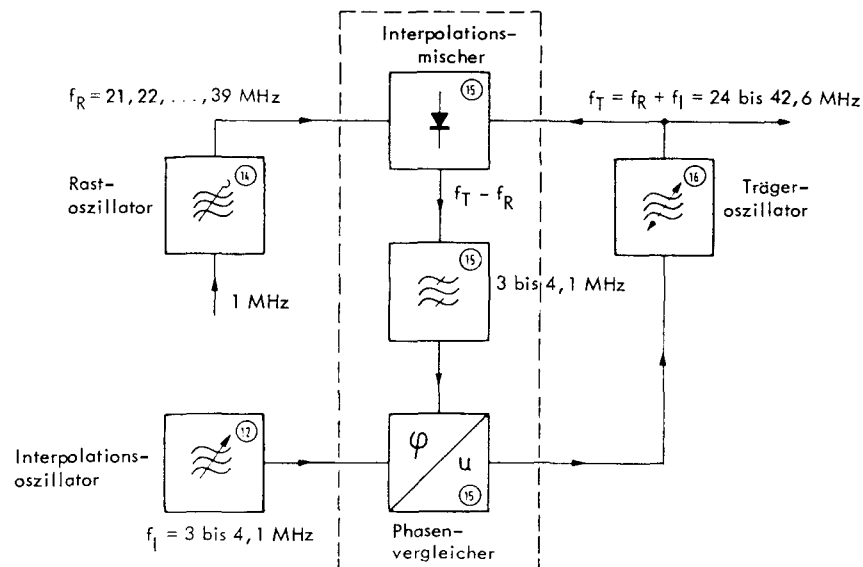

Bild 4-4 Trägerfrequenzerzeugung
abstimmbar. Dabei wird f_T als Summe aus der Frequenz f_R eines in quarzgerasteten 1-MHz-Schritten umschaltbaren Rastoszillators (14) und aus der Frequenz f_I eines kontinuierlich durchstimbaren Interpolationsoszillators (12) gebildet (Bild 4-4).